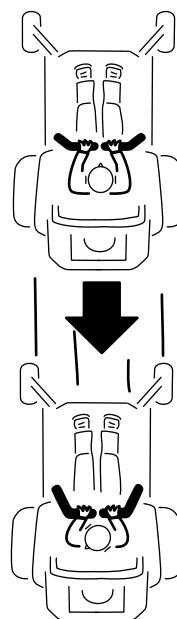

Figura 21
2. Para ir hacia atrás, tire lentamente de las palancas de control de movimiento hacia atrás (Figura 21).
La palanca del sistema de control Smart Speed™, situada debajo del puesto del operador (Figura 21), permite al operador conducir la máquina en 3 intervalos de velocidad: Perfilar, Remolcar y Segar.